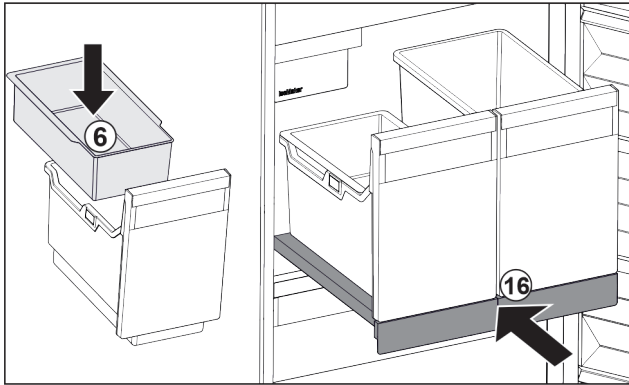

Fig. 91
- ▶ Introduceți tava suspendată Fig. 91 (6) pentru cuburi de gheață.
- ▶ Inserați raftul extractibil cu recipientele (IceTower). Fig. 91 (16)